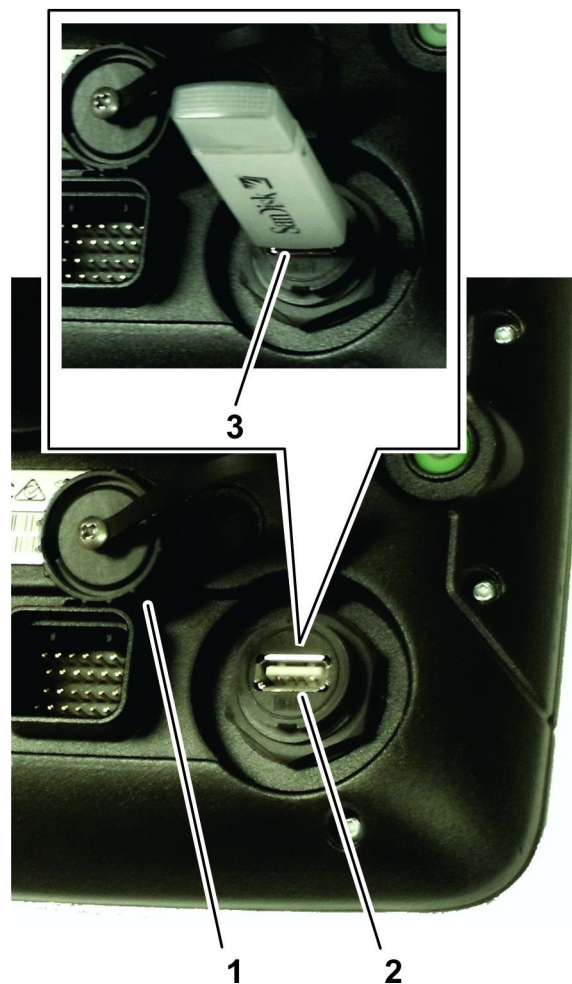

Figura 31
1. Retire a tampa da porta USB localizada por baixo do botão de energia (Figura 31).